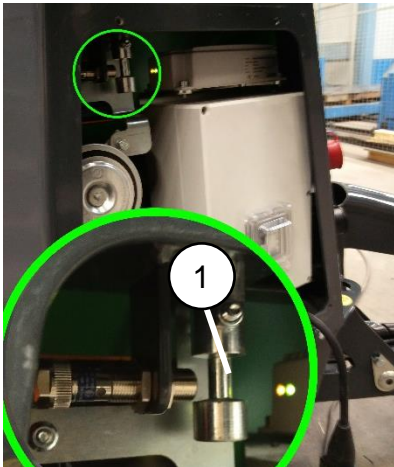

Figura 24: Soporte de transporte del brazo inferior
- Abra la placa inferior del chasis y suelte el solenoide de la válvula de seguridad (figura 24 [7]) soltando la tuerca de plástico y tirando del solenoide hacia afuera.